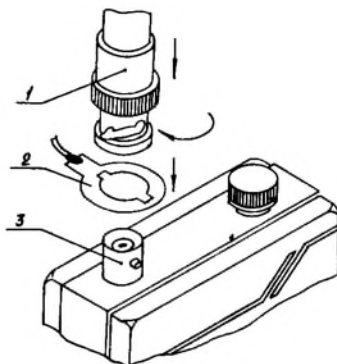

Рис. 4
выправо до упора (рис.4).
5.10. Для улучшения связи при максимальной удаленности операторов друг от друга рекомендуется подключать противовес через пружинную скобу к корпусной части антенного разъема радиостанции (см.рис.4), а также выключать систему шумоподавления.